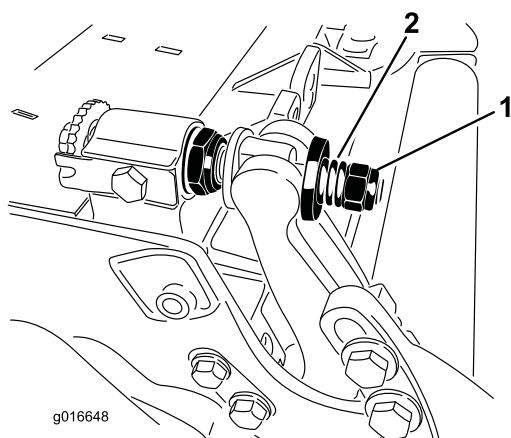

Figura 33
5. Apriete la tuerca de tensado del muelle hasta que el muelle esté comprimido del todo, luego aflójela $\frac{1}{2}$ vuelta (Figura 33).
11. Apriete la tuerca de cada ajustador de la barra de asiento hasta que el muelle de compresión esté comprimido del todo, luego afloje la tuerca 1/2 vuelta (Figura 33).